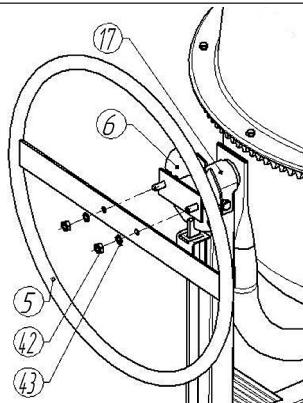

Рис. 9
6.6. Установка штурвала (рис. 9)